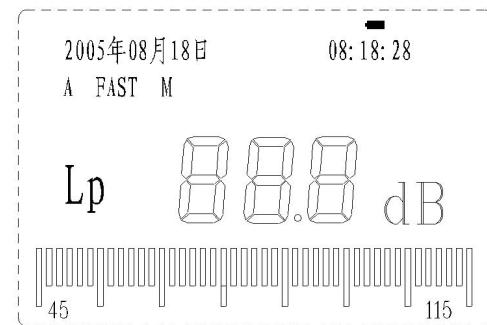

图 2
**通电检查：**开启仪器右侧面上电源开关，显示器应显示瞬时声级，模拟表针刻度和仪器显示的声压的数值应跟随环境噪声变化而变化，如图 2 所示。如果在显示屏右上角出现“■”，表示电池不足，请及时更换电池。
开启仪器电源开关或按 **复位** 按钮，工作方式即为瞬时声级测量，如图 2 所示。